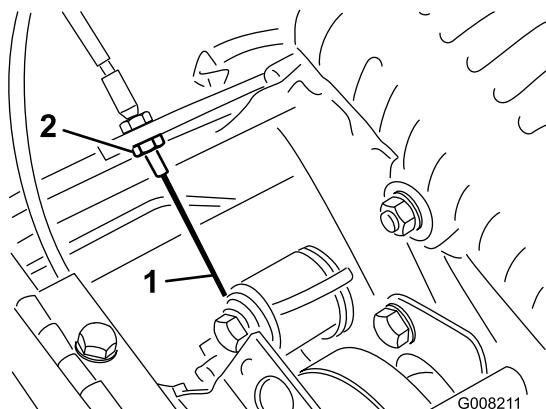

図 42
3. 走行ケーブルの前ジャムナットをゆるめ、後ジャムナット図 42を締めてケーブルの張りを出し、3-4 kgの力で走行コントロールがつかないようにする力の計測はコントロールノブの部分で行う。